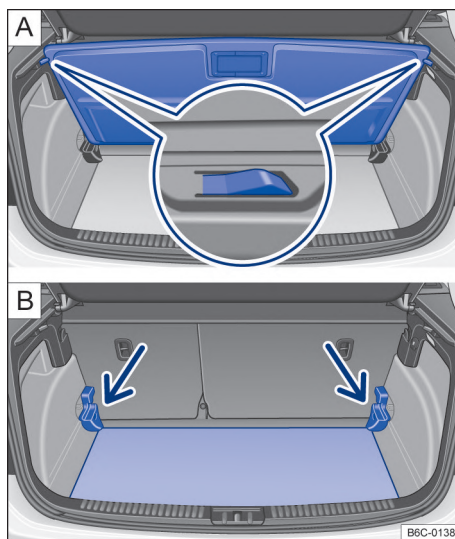

Fig. 152 En el maletero: regular la altura del piso del maletero.
- Levantar el piso del maletero y empujar hacia atrás tirando de las guías en los costados del maletero → fig. 152 **A**.
- Levantar el piso del maletero y empujar hacia abajo, hacia la guía → fig. 152 **B** (flechas).